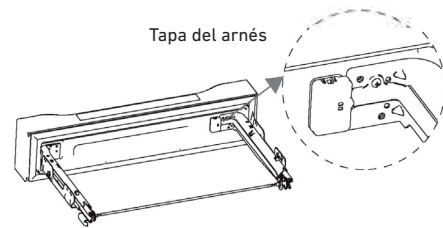

Figura 5
**5)** Quite la tapa del arnés con un destornillador u otra herramienta adecuada. Consulte la Figura 5.